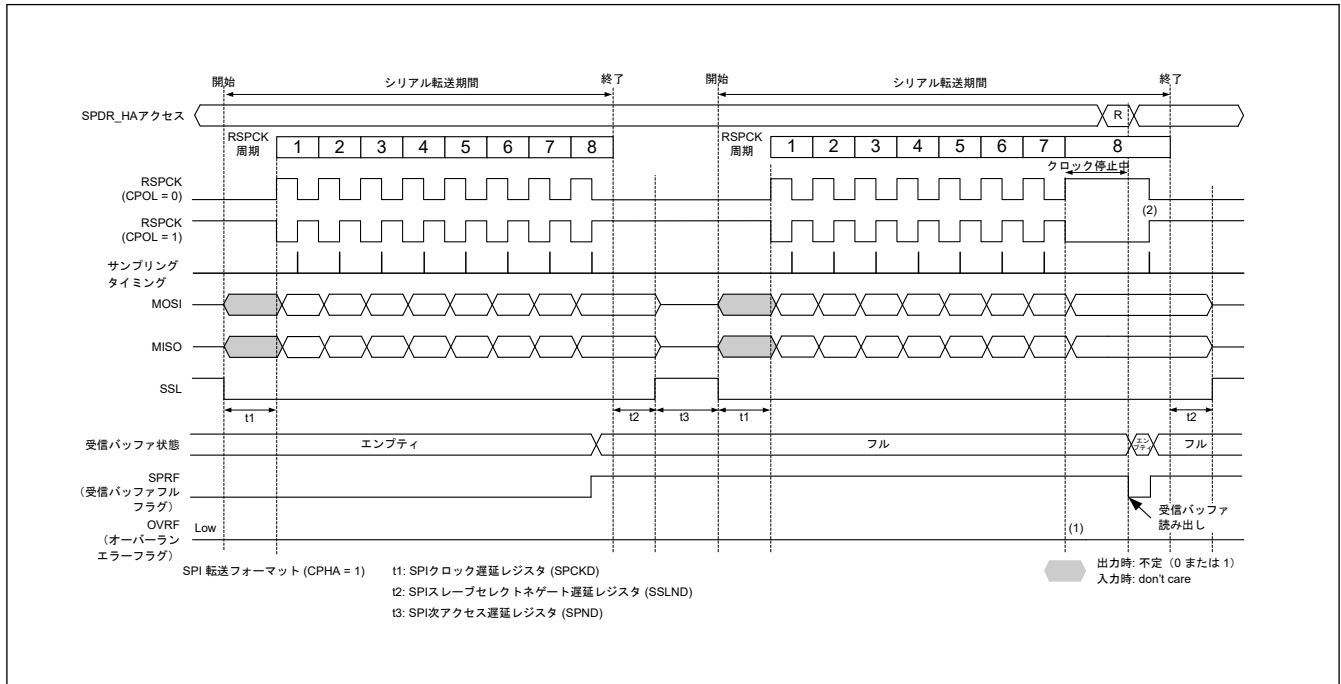
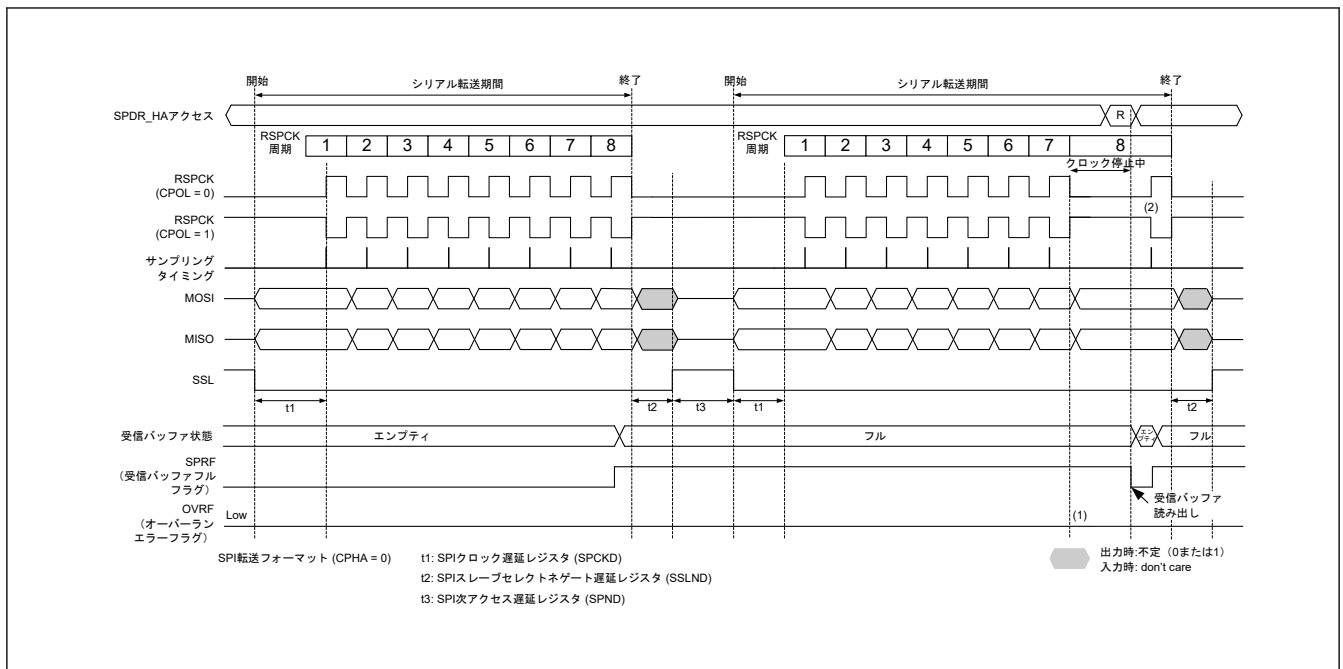

図 28.29 マスターモードの受信バッファフルの状態でのシリアル転送が継続するときのクロック停止波形 (CPHA = 1)
図 28.30 マスタモードの受信バッファフルの状態でのシリアル転送が継続するときのクロック停止波形 (CPHA = 0)
マスターモードで RSPCK 自動停止機能を有効 (SPCR2.SCKASE = 1) にした場合は、オーバーランエラーが発生しません。図 28.29 と図 28.30 に、マスターモード時の受信バッファフルの状態でのシリアル転送が継続するときのクロック停止波形を示します。
以下に、図 28.29 および 図 28.30 の (1)、(2) に示したタイミングでのフラグ動作を説明します。